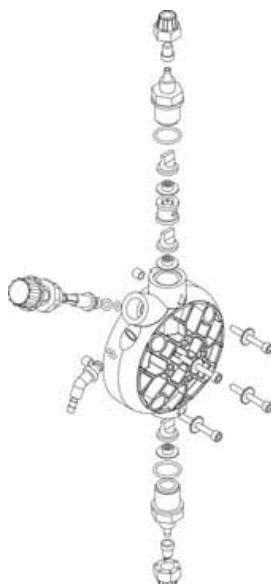

Fig. 10
3. *Elimine todo el líquido presente en el cuerpo de la bomba, desmontado y volviendo a montar el cuerpo de la bomba con los cuatro tornillos de sujeción (Fig. 10).*
3. Elimine todo el líquido presente en el cuerpo de la bomba, desmontado y volviendo a montar el cuerpo de la bomba con los cuatro tornillos de sujeción (Fig. 10).
2. Revise el funcionamiento de la bomba al menos cada 6 meses, así como la posición de los tornillos y de las juntas de impermeabilización. El control debe ser efectuado con más frecuencia en líquidos agresivos, prestando especial atención en la concentración de aditivo en la instalación. Su reducción podría ser debida al desgaste de las válvulas (en tal caso se deben sustituir siguiendo los pasos de la Fig.10) o al atasco del filtro, que se debe limpiar como se indica en el punto 3.
2. Como medida de prevención, saque toda el agua restante en el cuerpo de la bomba (si se mezclará con el ácido sulfúrico generaría una gran cantidad de gas con el consiguiente recalentamiento de la zona e cuestión acarreando daños a la válvula y al cuerpo de la bomba). También se puede efectuar esta operación de la forma siguiente: una vez la bomba está desconectada de la instalación, sujetela boca abajo por unos pocos segundos (15-30) sin que los tubos estén conectados a los empalmes. Si resulta imposible, desmontar y volver a montar el cuerpo de la bomba (Fig.10) utilizando los cuatro tornillos de fijación.